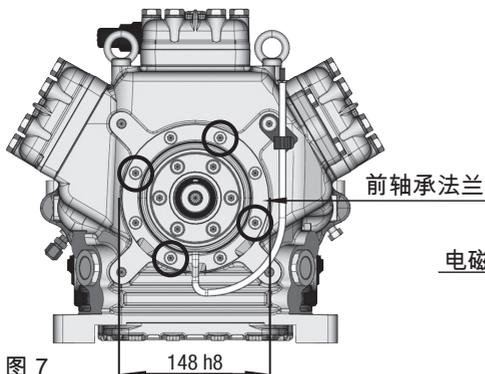

图 7
- 为了装配电磁离合器的线圈，压缩机的前轴承法兰有个滑动配合面  $\varnothing 148 \text{ h8}$ 。（如图 7 所示）。
- 安装电磁线圈时，先拧下轴承法兰上的 4 个内六角螺栓 M8。（如图 7 所示）。